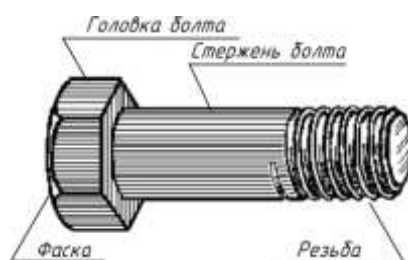

Рисунок 6 Болт с шестигранной головкой
**Болт** состоит из двух частей: головки и стержня с резьбой (рисунок 6). В большинстве конструкций болтов на его головке имеется коническая фаска, сглаживающая острые края головки и облегчающая наложение гаечного ключа при свинчивании.